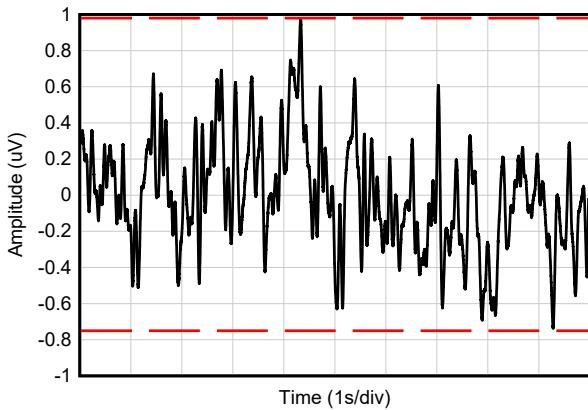

図 6-19. 0.1Hz～10Hz のノイズ
0.1Hz～10Hz のノイズ	<a href="#">図 6-19</a>